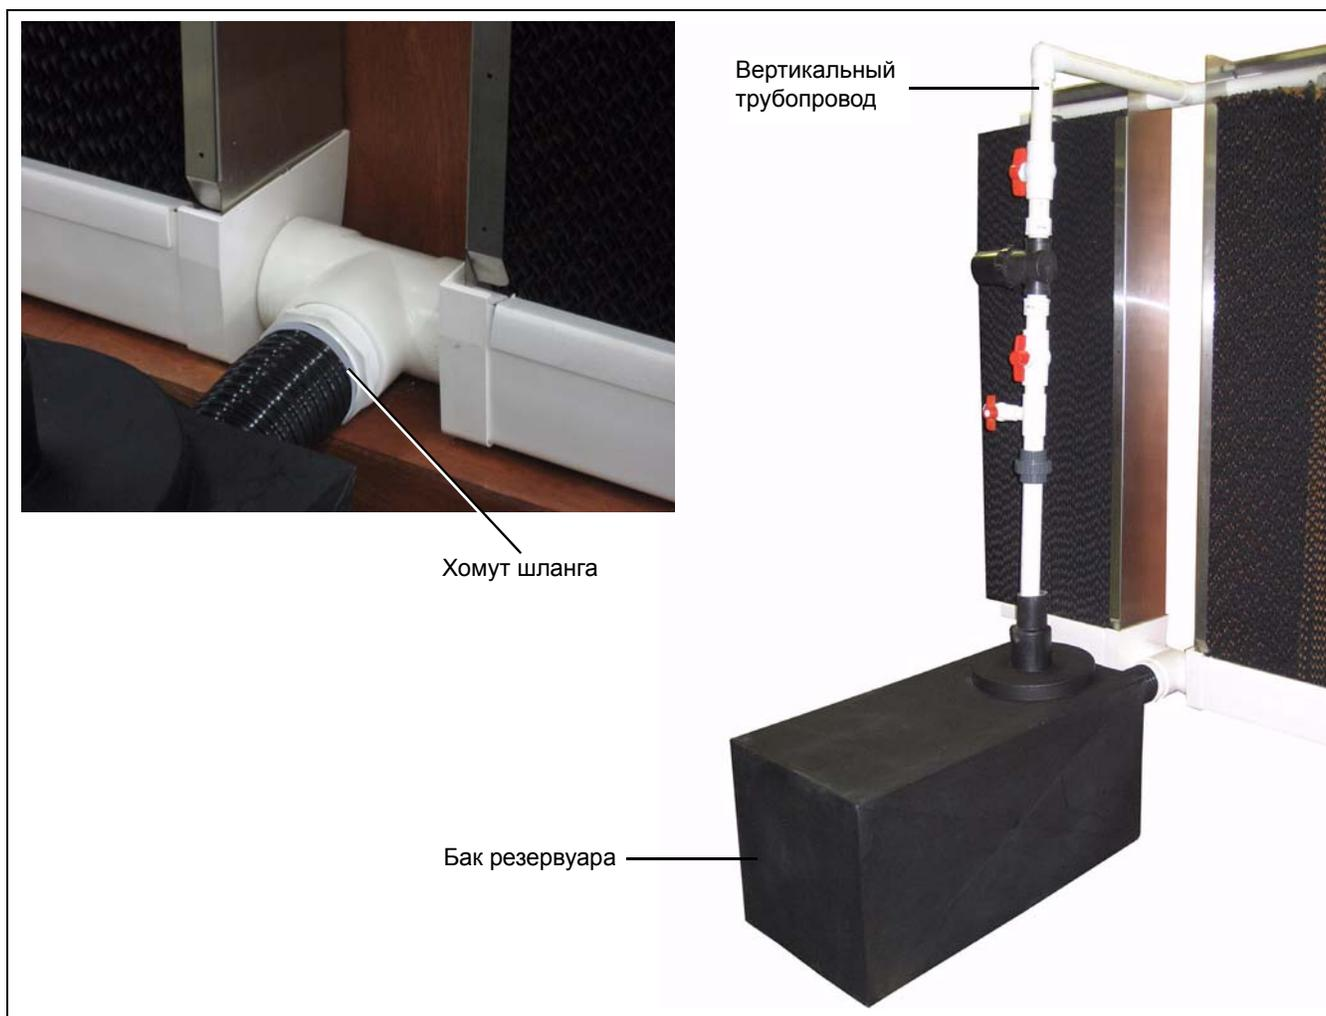

Рисунок 6
**Пункт 10:** Установите бак резервуара надлежащим образом и подсоедините выпускной шланг от бака к переходнику 4" SCH 40 (60-0422) с помощью хомутов шланга. (см. рисунок 6.)
**Пункт 11:** Наконеч, подсоедините вертикальный трубопровод, идущий от бака резервуара, и приклейте его к тройнику 1-1/2" SCH 40 (60-0019), идущему в распределительную трубу. (см. рисунок 6.)